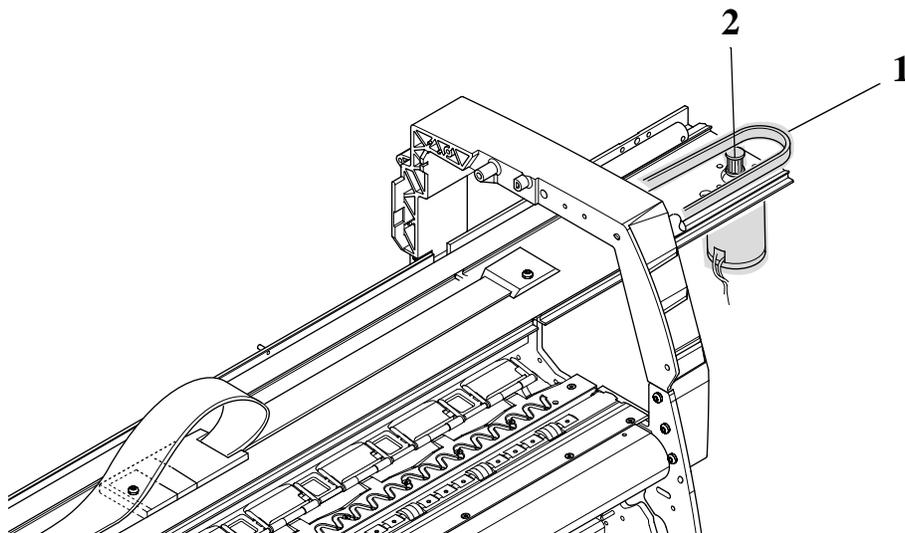

Figura 34: "Tensioner Assembly"
3. Quite el "belt" (item 1) del "belt motor pulley" (item 2) del lado derecho de la Impresora (consulte la Figura 34).